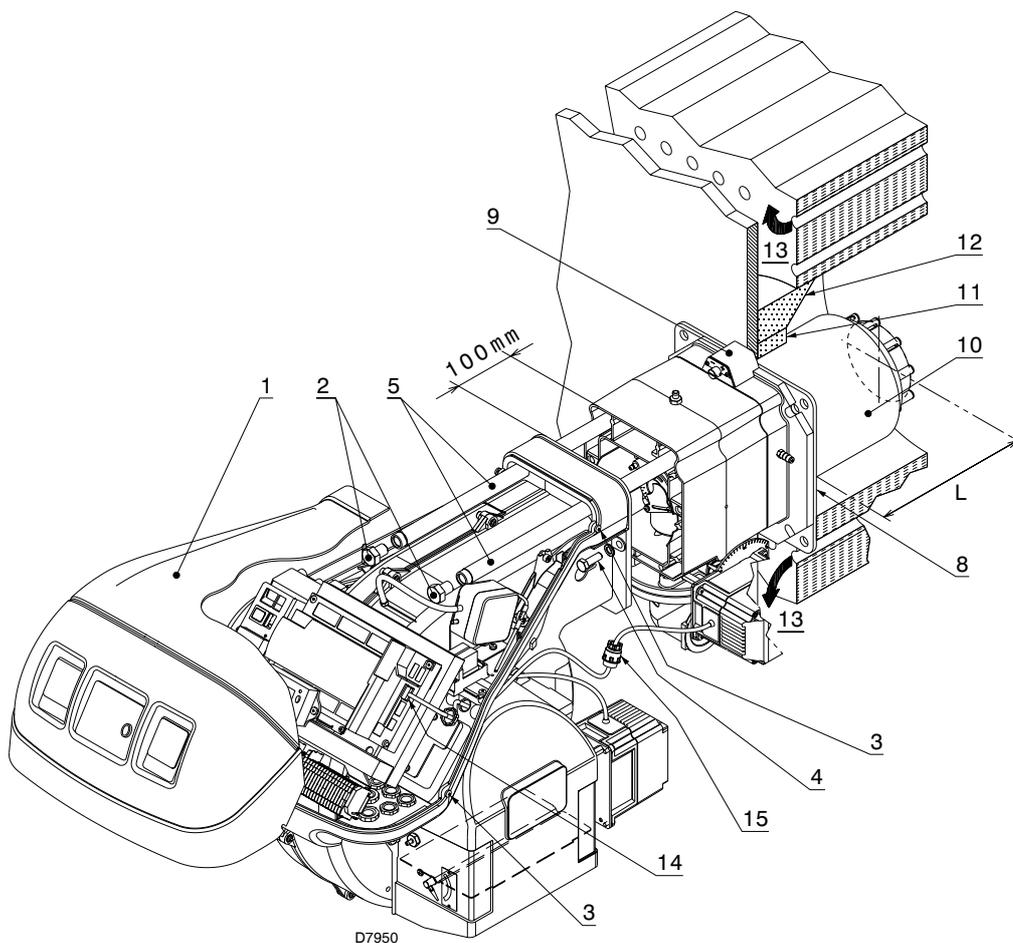

Abb. 14
Die Länge des Flammrohrs 10)(Abb. 14) wird entsprechend der Angaben des Heizkesselherstellers gewählt und muss in jedem Fall größer sein, als die Dicke der Kesselklappe einschließlich hitzebeständigem Material.
Die erhältlichen Längen L)(Abb. 14) sind:
Trennen Sie dann den Flammkopf vom übrigen Teil des Brenners, Abb. 14.
Befestigen Sie nach diesem eventuellen Vorgang den Flansch 9)(Abb. 14) an der Platte des Heizkessels und fügen Sie die beiliegende Isolierdichtung 8) ein.
- Montieren Sie den Brenner wieder auf den Gleitschienen 3)(Abb. 14) in etwa 100 mm Entfernung zur Muffe 4);
- Schließen Sie den Stecker des Stellmotors 14)(Abb. 14) an und schrauben Sie den Kabeldurchgang 15) ein;